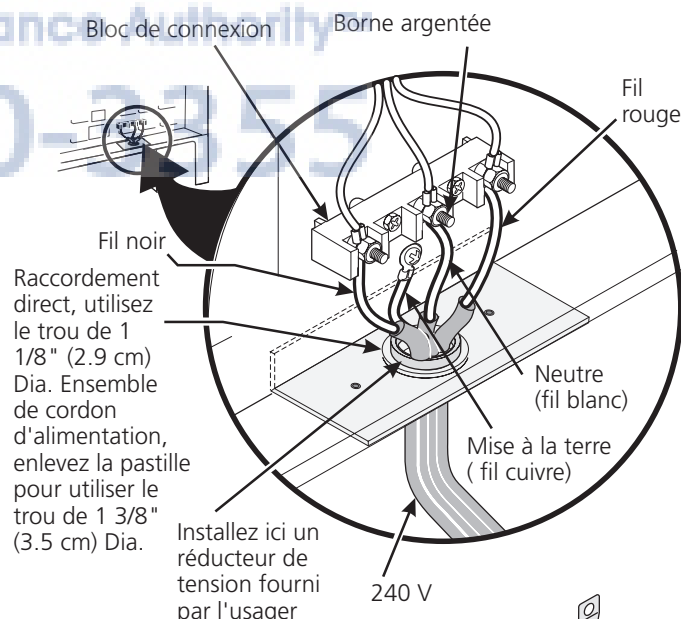

Figure 4
**NOTE:** L'appareil sort de l'usine avec un trou de 1 1/8" (2.9 cm) dia. tel que montré à la figure 4. Si un trou plus grand est requis, repoussez la pastille.
Si les codes locaux ne permettent PAS la connexion du conducteur de mise à la terre du châssis au fil neutre du cordon d'alimentation en cuivre (voir figure 4).
3. Branchez le fil de mise à la terre (vert) du cordon d'alimentation cuivré, au châssis de l'appareil avec la vis de mise à la terre, à l'aide du trou dans le châssis à l'endroit où la bande de mise à la terre a été enlevée (voir Figure 4).